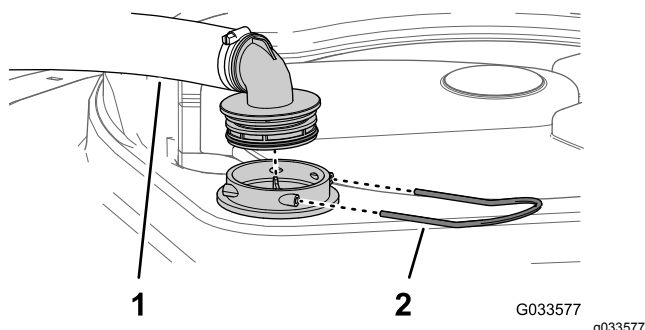

Figure 101
2. Au sommet de la cuve du pulvérisateur, retirez l'étrier qui fixe le raccord de flexible sur le grand flexible et le logement du filtre (Figure 101).
3. Retirez le flexible et le raccord du logement du filtre (Figure 101).